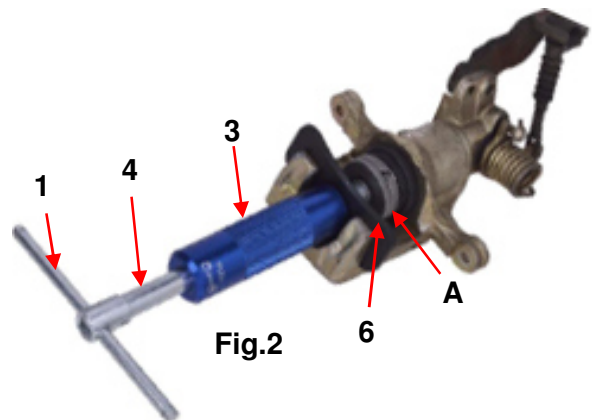

Fig.2
- 1 Adapterhalter (6) auf den 4-kant (5) der Drehachse (4) installieren.
- 2 Passenden Bremskolbenadapter (A) (nicht im Lieferumfang) auf den Adapterhalter (6) aufsetzen.
- 3 Gleitgriff (1) in die Querbohrung (2) der Drehachse (4) (gegenüber 4-kant) stecken.
- 4 Werkzeug mit einer Hand am gerändelten Handgriff (3) festhalten und die Drehachse mit Hilfe des Gleitgriffs (1) gegen die Federbelastung ziehen.
- 5 Rückstellwerkzeug im Bremssattel positionieren (siehe Abb.2).
- 1 Install the adapter holder (6) on the square drive (5) of the rotation axis (4).
- 2 Choose the suitable brake piston adapter (A) (not supplied) and put it onto the adapter holder (6).
- 3 Insert the sliding handle (1) into the cross hole (2) of the rotation axis (4) (opposite the square drive).
- 4 Hold the tool with one hand on the knurled handle (3) and using the sliding bar (1) to pull the rotation axis against the spring load.
- 5 Place the wind back tool in the brake caliper (see Fig. 2).